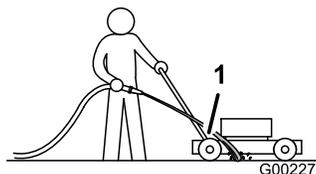

Figura 29
3. Tenete il flessibile da giardino all'altezza della maniglia e indirizzate il getto per terra, davanti alla ruota posteriore destra (Figura 29).